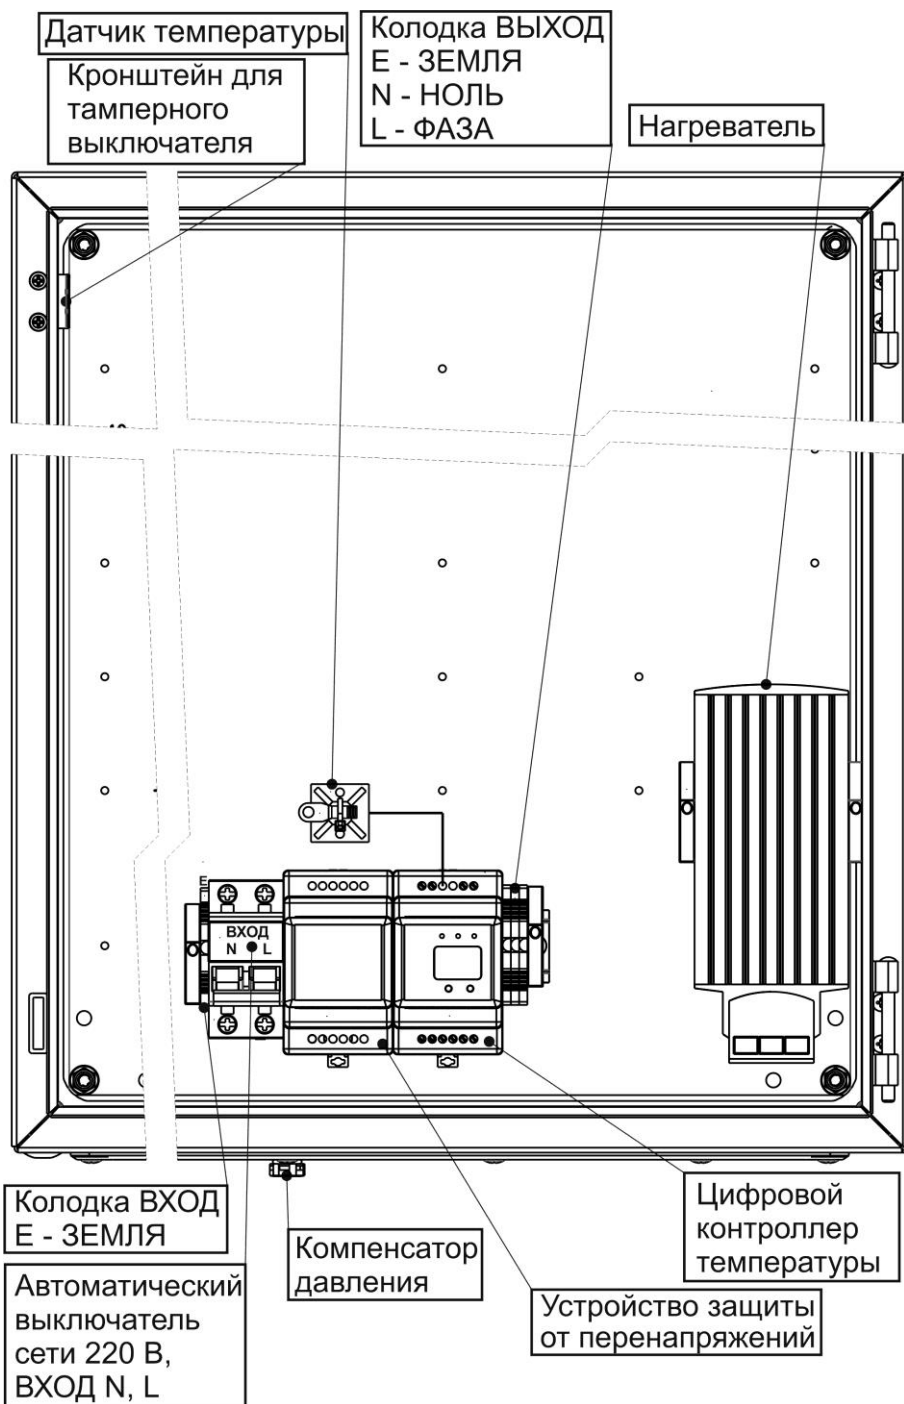

Рисунок 2 – Вид изделия с открытой дверцей
- клеммной колодке ВХОД и ВЫХОД~ 220В (см. рисунок 2).
Выполните подключение внешних цепей к изделию в соответствии с назначением клемм подключения (см. рисунок 2) в следующей последовательности:
- Провод заземления подключите к клемме Е (ЗЕМЛЯ) на колодке «ВХОД» (см. рисунок 2).
- Подключите, соблюдая фазировку, к клеммам автоматического выключателя сетевые провода N (НОЛЬ) и L (ФАЗА) (см. рисунок 2).
- В случае необходимости установите тамперный переключатель (входит в комплект поставки) на специальный кронштейн (см. рисунок 2), используя входящий в комплект крепеж.